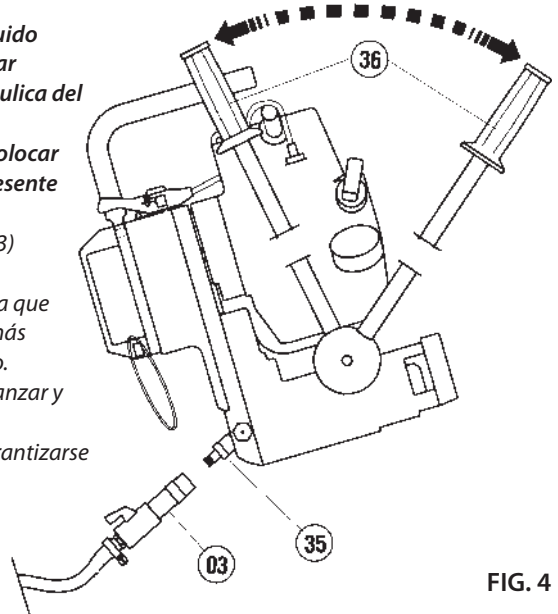

FIG. 4
- **Con temperaturas inferiores a 0° C, el fluido lubrorefrigerante podría helarse y causar inconvenientes a la estanqueidad hidráulica del circuito de refrigeración del taladro. Es pues oportuno, cuando se vuelve a colocar el taladro, vaciar el mismo del fluido presente en el circuito de refrigeración (Fig. 4)**
- Desconectar el acoplamiento rápido (03) da la conexión (35).
- Accionar la palanca (36) para hacer avanzar y retroceder el mandril.